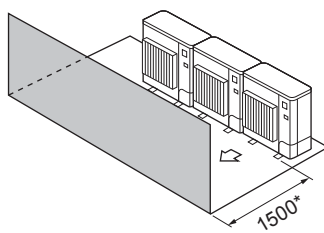

Fig. 2-10
- ③ Miejsce ograniczone tylko z przodu (Fig. 2-10)